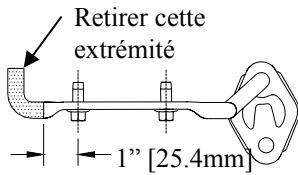

Figure 2
①	Qté. (2)	Boulon de carrosserie, 7/16-14 X 1.75 GR5	⑥	Qté. (3)	Rondelle conique, 1/2
②	Qté. (2)	Espaceur, (small)	⑦	Qté. (2)	Boulon hexagonal, M8 X 1.25 X 55 CL9.8
③	Qté. (2)	Rondelle conique, 7/16	⑧	Qté. (1)	Boulon de carrosserie, 1/2-13 X 1.75 Gr5
④	Qté. (2)	Ecru hexagonal, 7/16-14	⑨	Qté. (1)	Espaceur, (grande)
⑤	Qté. (2)	Boulon hexagonal, M12 X 1.75 X 45 CL10.9	⑩	Qté. (1)	Ecru hexagonal, 1/2-13
1. Abaisser l'échappement en détachant le silencieux des supports d'échappement en caoutchouc à trois (3) endroits. Veiller à ce que les silencieux ne tombent pas sous leur propre poids. Remarque : La vaporisation d'un lubrifiant ou d'eau savonneuse sur la tige du support métallique et l'isolateur en caoutchouc facilite l'enlèvement.
2. Enlever les supports d'échappement des deux côtés. Remettre les attaches au propriétaire. Modifier le support d'échappement côté conducteur comme illustré à la figure 2.